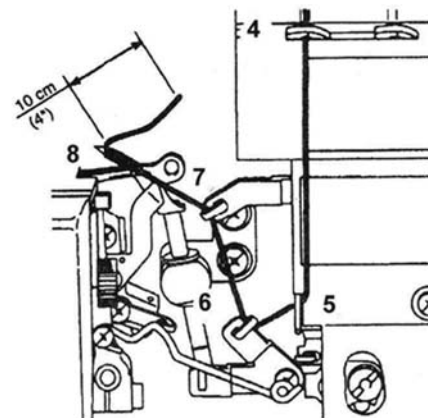

Bild 18
5. Trä tråden i griparutrymmet enligt de röda markeringarna (bild 18).